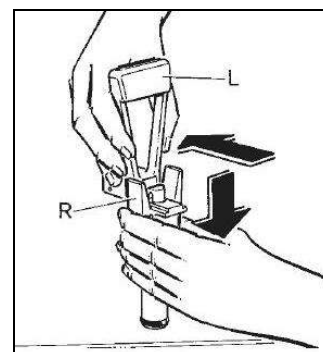

Fig. 13
- Démontez le robinet en maintenant le corps L vers le bas et en retirant le levier R de son emplacement (voir fig.13).